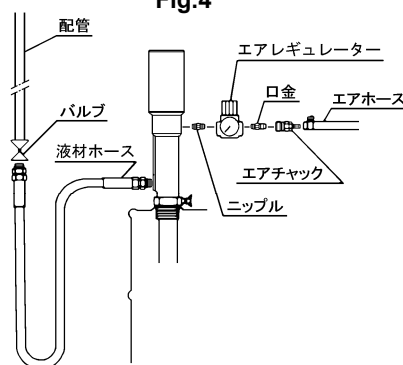

Fig.5
- 配管する場合は、ポンプと直接配管で接続しないでください。ポンプ運転時の振動により配管の損傷や騒音の発生、ポンプのメンテナンスができない、ドラムポンプにおいてはドラム缶の交換が不可能になるなどの問題があります。(Fig.5)
- 1) ポンプのエア供給口にエアレギュレーター（別途購入）を取り付けてください。（前頁 Fig.5）